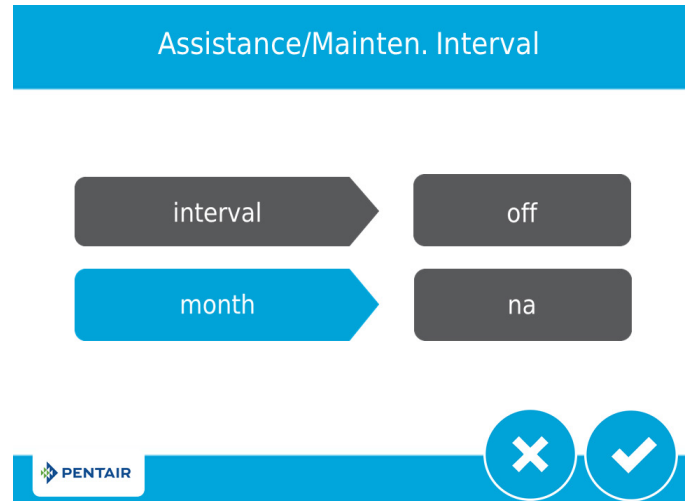

Figura 7 Pantalla Assistance Interval
4. Después de presionar , aparece la pantalla Assistance Interval (Intervalo de asistencia) (Figura 7).